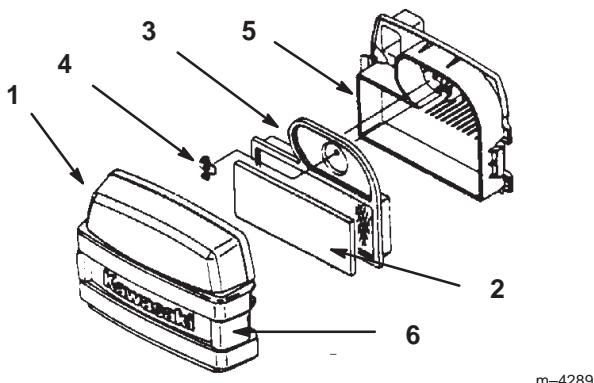

Bild 20
- Reinigen Sie den Bereich um den Luftfilter herum, um zu verhindern, dass Schmutz in den Motor fällt und Schäden verursacht. Lösen Sie beide Seitenriegel und nehmen die Luftfilterabdeckung heraus (Bild 20).
- Schieben Sie den Schaumeinsatz vorsichtig vom Papiereinsatz herunter (Bild 20).
- Schrauben Sie die Flügelmutter los und entfernen Sie den Papiereinsatz (Bild 20).
- Schieben Sie den Schaumeinsatz vorsichtig auf den Papiereinsatz (Bild 20).
- Schieben Sie die Luftfiltergruppe auf das Luftfilterunterteil und drehen die Flügelmutter auf (Bild 20).
- Setzen Sie die Luftfilterabdeckung ein und verriegeln Sie sie (Bild 20).